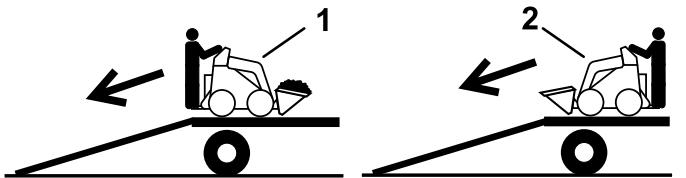

Bild 20
2. Fahren Sie beim Entladen vom Anhänger mit dem schweren Ende der Maschine auf die Rampe und befördern Sie Lasten niedrig (Bild 20).